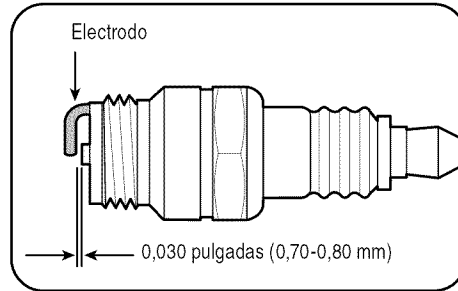

Figura 19
- Inspeccione la separación utilizando un calibrador de separación de alambre. Ajuste la separación a 0,030" (0,76mm) doblando con mucho cuidado el electrodo con conexión a tierra. Vea la Figura 19.